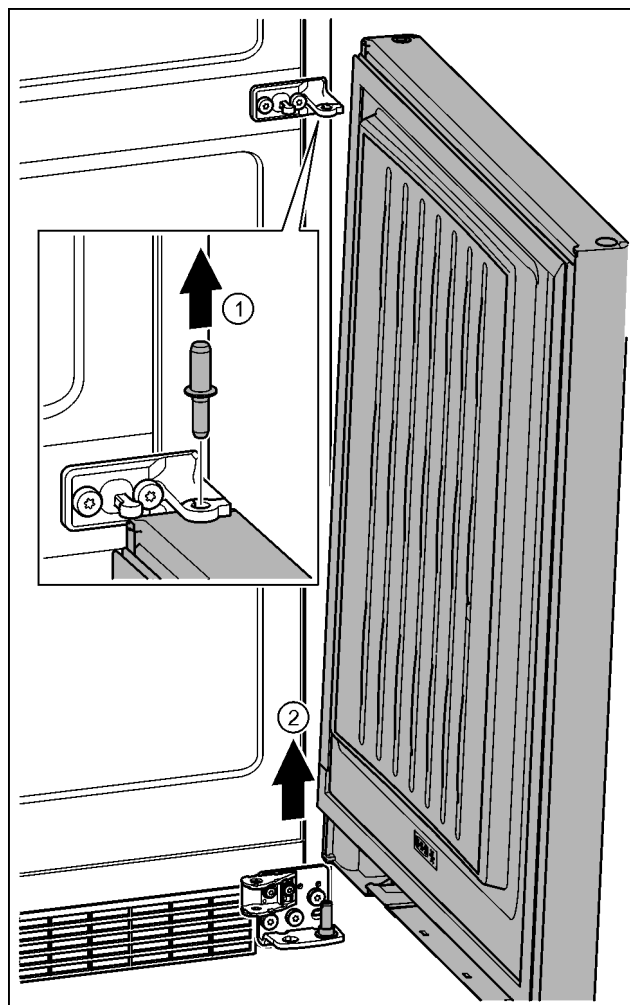

Fig. 27
- ▶ Витягніть гвинт догори. Fig. 27 (1)
- ▶ Відкрийте дверцята, зніміть рухом вгору та відкладіть убік. Fig. 27 (2)